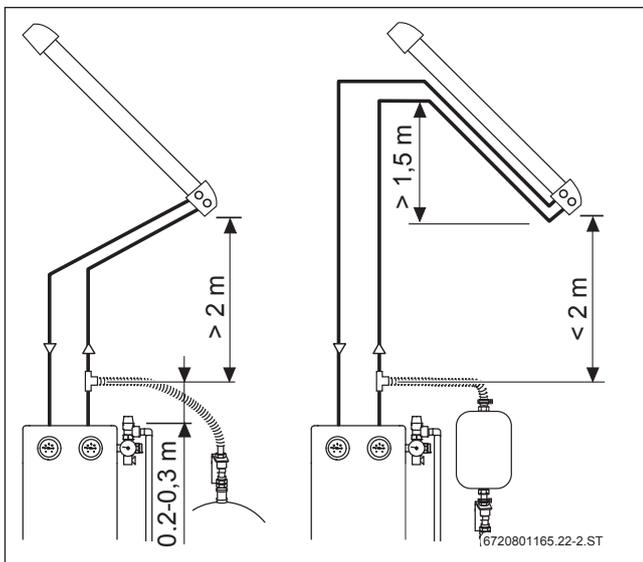

Bild 136 Abstand zum Kollektorfeld (SKR)
- ▶ Wenn die Mindestrohrleitungslänge oder der Mindesthöhenabstand **nicht** eingehalten werden kann: Am Kollektorfeld mit Vorlauf und Rücklauf einen „Leitungssack“ von mindestens 1,5 m Höhe bilden (→ Bild 136).